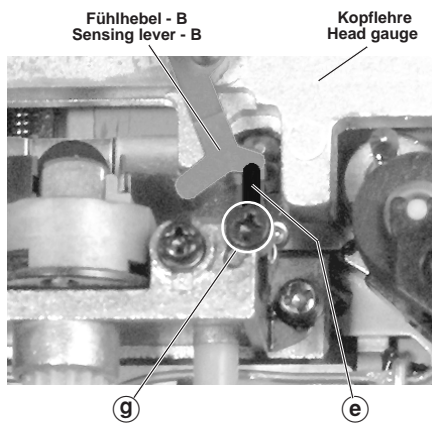
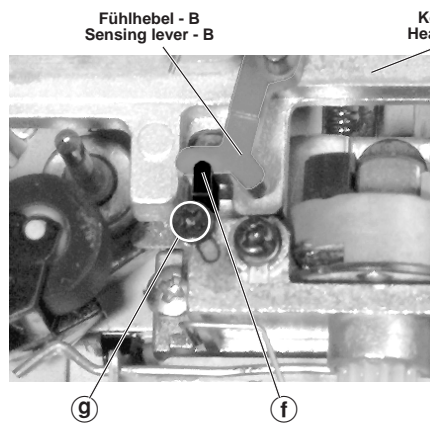

Fig. 44
Fig. 45
- Führen Sie den Fühlhebel B der Kopflehre zur Bandführungsgabel  $\textcircled{e}$  (Fig. 44) bzw.  $\textcircled{f}$  (Fig. 45).
- Move the sensing lever B of the head gauge towards the tape guide  $\textcircled{e}$  (Fig. 44) or  $\textcircled{f}$  (Fig. 45).
- Gerätefunktion: Start  $\triangleright$  oder Start  $\triangleleft$ . Beim Durchlauf der Bandlaufcassette darf das Band nicht an der oberen oder unteren Kante der Kopfgabel des Kombikopfes umknicken. Eine geringe Korrektur des Bandlaufes ist möglich durch Verdrehen der Schrauben  $\textcircled{g}$  (Fig. 44 und 45).
- Select function: Start  $\triangleright$  or Start  $\triangleleft$ . During this operation the tape must not bend on the upper or lower edge of the guide fork of the combi head. The tape transport can be corrected by a small amount by turning the screws  $\textcircled{g}$  (Fig. 44 and 45).